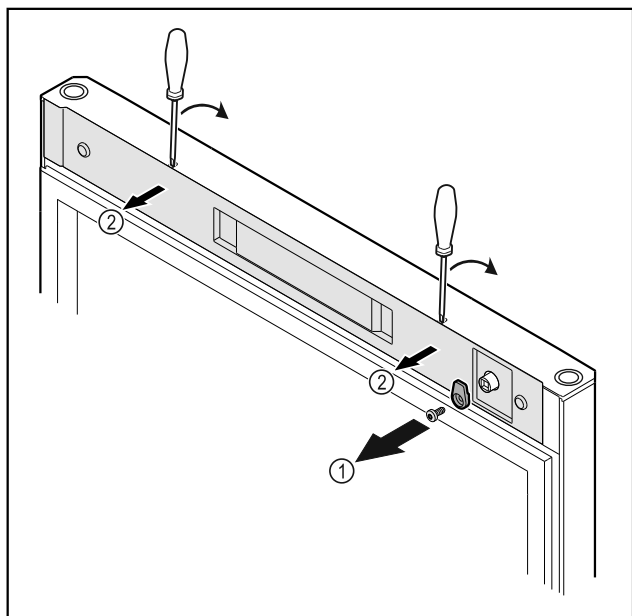

Fig. 10
- ▶ Lironi vidat e grepit të mbylljes Fig. 10 (1).
- ▶ Nxirrni nga foleja kapakun mbulues Fig. 10 (1) me një kaçavidë të vogël dhe hiqeni.